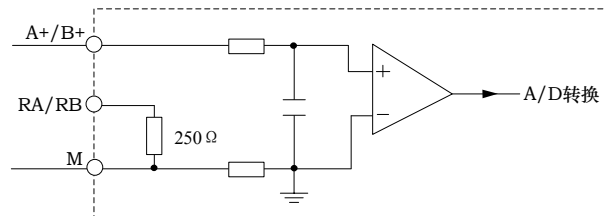

图 2.7.2 LM3107E AI 通道等效电路图
- 模拟量输入通道 (AI) 的等效电路如图2.7.2所示。